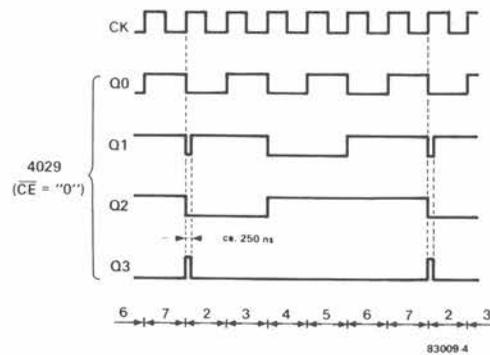

Figura 4. Forme d'onda alle uscite Q dei contatori 4049. Il treno di impulsi in alto (CK) rappresenta l'uscita degli oscillatori di clock N1 od N2.
pulsante S1 avvia il contatore, cioè "fa rotolare i dadi". La frequenza dei generatori di clock non è affatto critica, a parte la necessaria diversità tra le due frequenze, del resto garantita dalla diversità tra R1 ed R2. La frequenza effettiva sarà compresa tra 50 e 200 Hz. Potrebbe sembrare logico, a prima vista, che i contatori potessero contare da 1 a 6, ma il conteggio avviene in pratica da 2 a 7. Questo accorgimento semplifica le cose ed è possibile grazie ad una programmazione degli ingressi P0...P3 dei contatori. In effetti, quando il conteggio raggiunge il numero 7, l'uscita Q3 passerà al livello logico alto, ed il contatore verrà azzerato. L'ingresso di programmazione P1 è mantenuto a livello logico "1", mentre i restanti ingressi (P0, P2 e P3) sono a livello "0": il risultato è un codice di programma 0010 che, tradotto in BCD, significa "2" (ma questo è già noto alla stragrande maggioranza dei lettori!); di conseguenza, il contatore effettua il conteggio da 2 a 7, ma soltanto quando l'ingresso CE (sblocco conteggio) è posto a livello logico "0", con l'aiuto del deviatore S1 e di N3. Durante il conteggio, le uscite del contatore sono nella condizione mostrata in figura 4. La forma d'onda superiore (CK) è quella d'uscita dell'oscillatore di clock N1 oppure N2. Durante il periodo di pressione su S1, la base del transistor T1 è mantenuta a livello basso, con il conseguente spegnimento del display, provocato da T2. Ciò evita nel modo più efficace qualsiasi possibilità di "manipolazione" del risultato del lancio.
Figura 4. Schema dell'alimentatore del Prelude. Allo scopo di garantire la massima reiezione possibile delle intermodulazioni tra il canale destro ed il canale sinistro, ciascun canale possiede il suo proprio alimentatore. C'è anche un circuito di "potenza" per l'amplificatore della cuffia, l'indicatore di stato ed il comando a distanza.
La figura 4 illustra lo schema elettrico dell'alimentatore. Sei regolatori di tensione integrati garantiscono la stabilità delle diverse tensioni c.c. necessarie. In pratica, saranno necessarie soltanto due tensioni:  $\pm 15$  V. È però